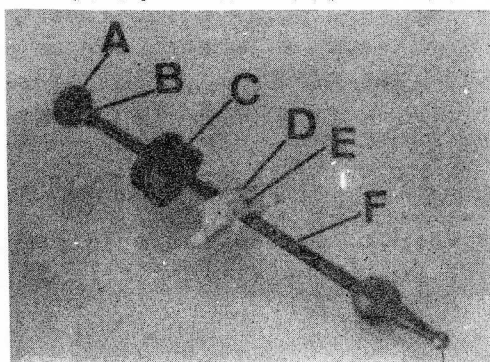

Fig. C1-65 Desmontaje palanca velocidades
- 1.4. Desmontar el pomo, A (Fig. C1-65) y su tuerca de fijación, B, y extraer el guardapolvos, C, y el soporte, D, de la palanca de velocidades, F.
- 1.5. Desmontar el tornillo de fijación, E (Fig. C1-65) del soporte, D, de la palanca de velocidades.